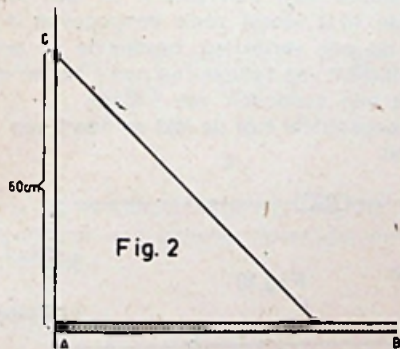

Fig. 2
- ② Een homogene, overal even dikke staaf AB met een massa van 12 kg is bij A met een scharnier aan de wand bevestigd. De lengte van de staaf bedraagt 80 cm. (Zie fig. 2).